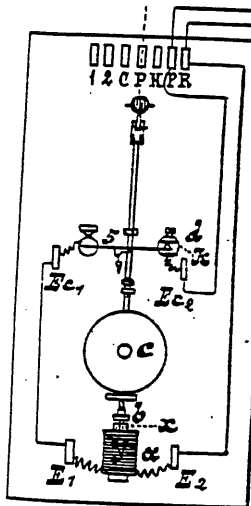

Fig. 1.
I. Dispositif entretenant le mouvement du pendule (Fig. 1)
Le pendule une fois en place et bien libre, on fait tourner le fond autour de la vis a , jusqu'à ce que le milieu de l'armature e , soit bien exactement au-dessus du milieu de l'électro-aimant g (fig. 1). Cela fait, on peut visser les 3 autres vis a ; on cal-
Fil de retour. Communication à la terre. Dans les installations d'horloges électriques portables, on remplace le fil de retour (commun à toutes les lignes d'horloges, ainsi que l'indique la fig. 1) par la terre. Cette communication à la terre se fait soit au moyen de plaques de cuivre qu'on enterre dans un sol humide et qu'on relie par un fil nu à chaque horloge, soit en soudant sur les tuyaux d'eau ou de gaz les plus voisins de l'horloge un simple fil dont l'autre extrémité va à l'horloge; cette dernière méthode est la plus commode. Elle exige cependant cette condition que la conduite d'eau ou de gaz qui doit servir de fil de retour, forme une continuité métallique complète; les joints des divers tuyaux de fer ou de fonte doivent donc être faits par des vis à écrous; c'est d'ailleurs ordinairement le cas.